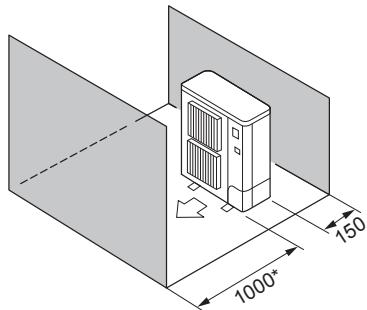

Fig. 2-7
⑤ Εμπόδια στην μπροστινή και την πίσω πλευρά μόνο (Fig. 2-7)